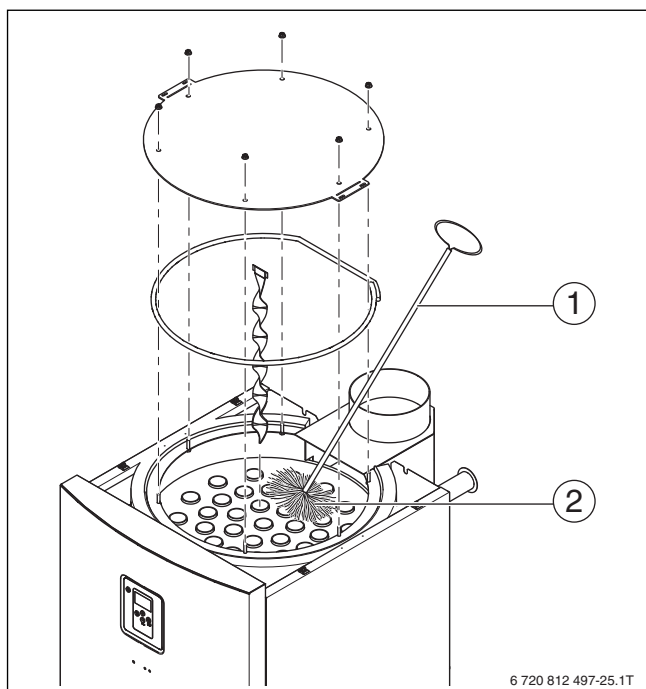

Рис. 34 Чистка газоотводящих каналов
- ▶ Снимите крышку люка для чистки с коллектора дымовых газов (→ рис. 34 [2], стр. 32).